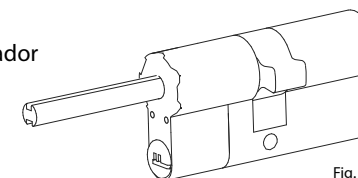

Fig. 5
- < 43 mm = não é necessário adaptador (Fig. 5)